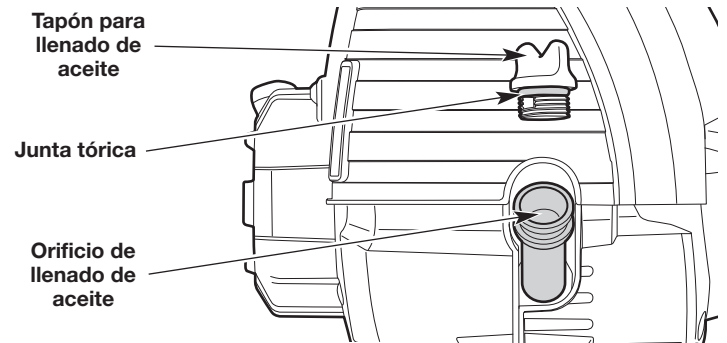

Fig. 33
3. Limpie la zona que rodea el tapón de llenado de aceite a fin de evitar que ingresen residuos en el orificio de carga de aceite (Fig. 33).
8. Compruebe que la junta tórica esté en su lugar en el tapón de llenado de aceite (Fig. 33).
1. Limpie la zona que rodea el tapón de llenado de aceite a fin de evitar que ingresen residuos en el orificio de carga de aceite (Fig. 33).
7. Compruebe que la junta tórica esté en su lugar en el tapón de llenado de aceite (Fig. 33).